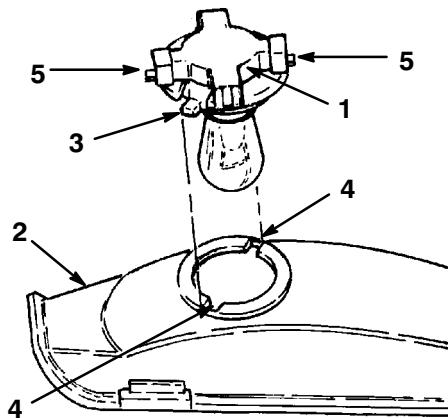

Abbildung 49
- Die Birnenfassung um 1/4 Umdrehung im Gegenuhrzeigersinn drehen und aus dem Reflektor nehmen (Abb. 49).
2. Die Birnenfassung hat zwei Zungen (Abb. 49). Diese Zungen auf die Schlitz im Reflektor ausrichten, die Fassung in den Reflektor stecken und 1/4 Umdrehung im Uhrzeigersinn bis zum Anschlag drehen.